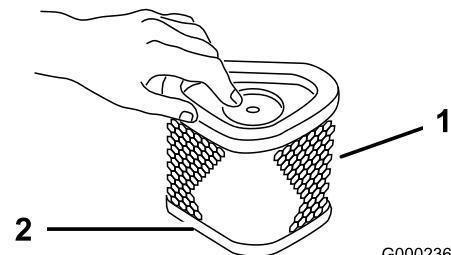

Figure 26
- Tapotez doucement l'élément sur une surface plane pour faire tomber la poussière et la saleté (Figure 26).